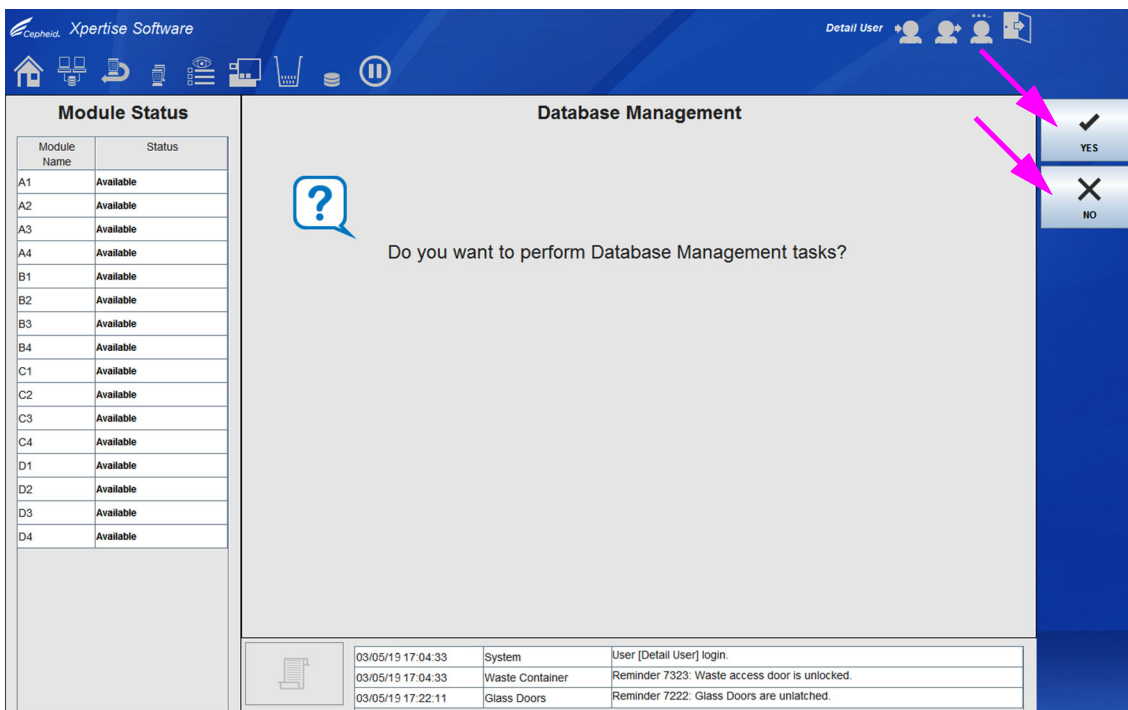
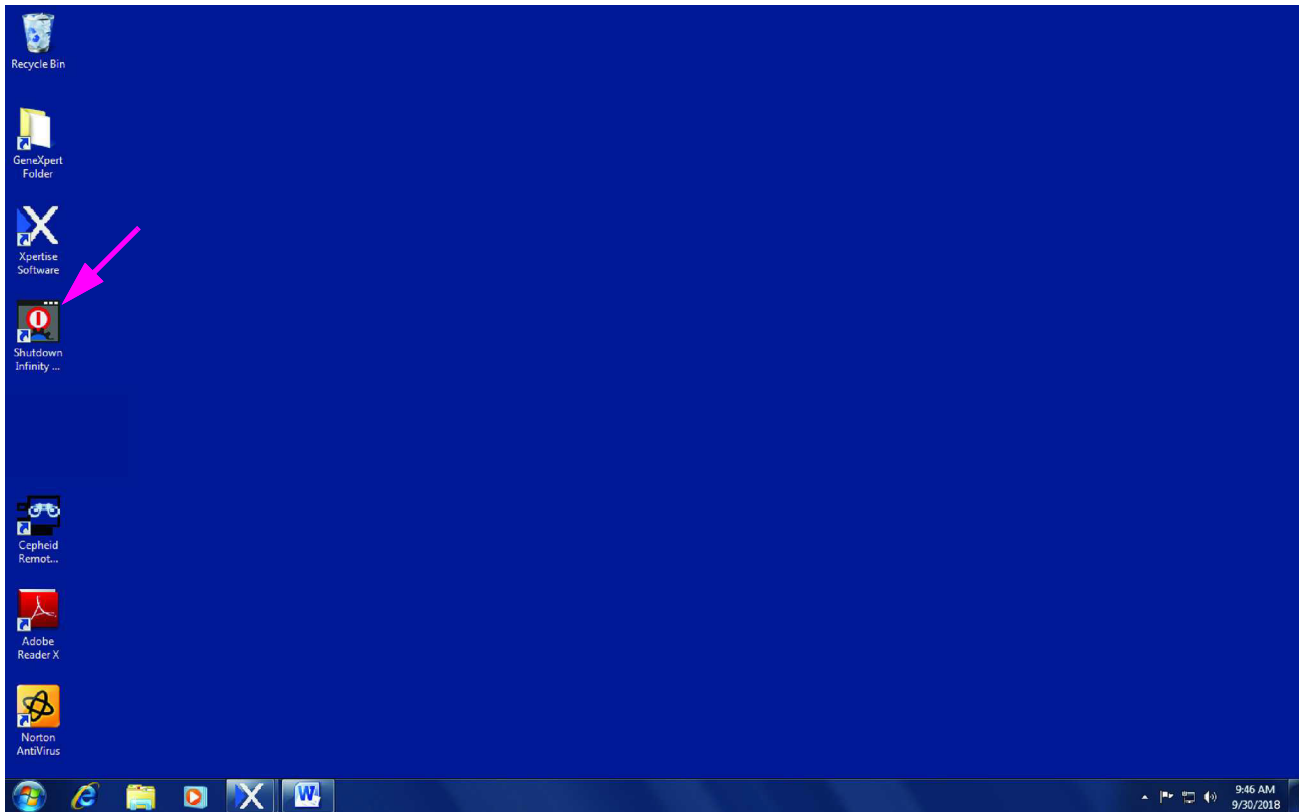
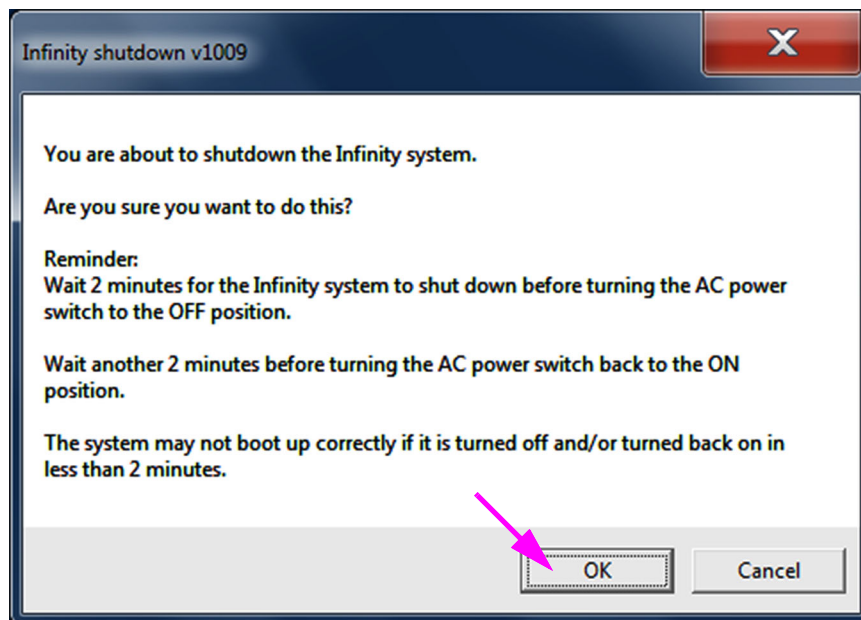

图 2-75. 数据库管理 (Database Management) 工作区提醒
图 2-77. 显示关闭 (Shutdown Infinity) 图标的桌面
图 2-78. Infinity 关机确认对话框
- 如果没有勾选常规 (General) 工作区中的数据库管理提醒 (Database Management Reminders) 方框 (参见图 2-25)，将不会显示数据库管理 (Database Management) 工作区提醒 (参见图 2-75) 并且不再需要进一步的操作。Xpertise 软件程序会关闭且 Windows 桌面将显示。请参见图 2-77。转到第 2.12.1.3 节以完成系统关闭顺序。
- 如果勾选了常规 (General) 工作区中的数据库管理提醒 (Database Management Reminders) 方框 (参见图 2-25)，将显示数据库管理 (Database Management) 工作区提醒 (参见图 2-75)，询问您是否想执行数据库管理任务。
- A. 如果不要执行数据库管理任务，选择否 (NO) 按钮。Xpertise 软件程序会关闭且 Windows 桌面将显示。请参见图 2-77。转到第 2.12.1.3 节以完成系统关闭顺序。
执行数据库管理任务后，选择**关闭 (CLOSE)** 按钮 (参见图 2-76)。Xpertise 软件程序会关闭且 Windows 桌面将显示。请参见图 2-77。转到第 2.12.1.3 节以完成系统关闭顺序。
1. 双击自助服务终端计算机桌面上的**关闭 (Shutdown Infinity)** 图标。请参见图 2-77。出现 Infinity 关闭确认对话框。请参见图 2-78。
2. 选择**确定 (OK)** 按钮。请参见图 2-78。